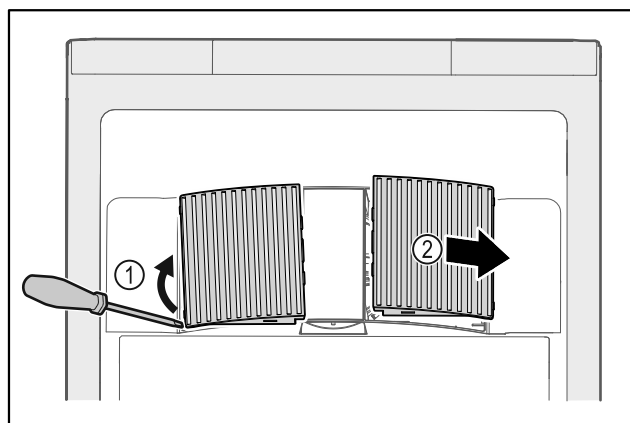

Fig. 203
- Extraire par un mouvement de levier les caches latéraux Fig. 203 (1) vers l'avant Fig. 203 (2).